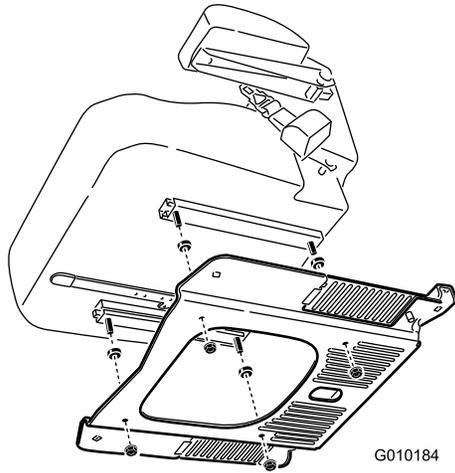

Figura 6
4. Retire la chapa del asiento del asiento, retirando los 4 espaciadores y 4 tuercas con arandela prensada (Figura 6).